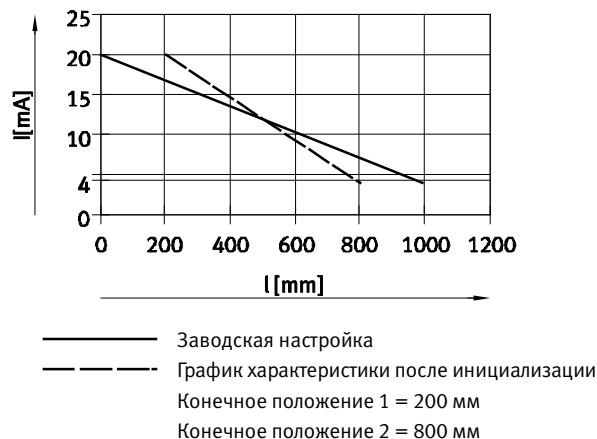

Fig. 14 Сдвиг кривой характеристики (пример)
2) Взаимосвязь между позицией и аналоговым значением зависит от инициализации (→ Fig. 14)